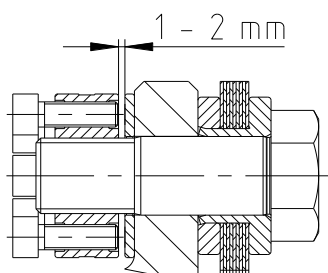

Bild 29
- Tryckskruvorna i spännmuttern får inte sticka ut på trycksidan (se bild 29).
- Dra sedan tillbaka spännmuttern tills att en spalt på 1 - 2 mm föreligger (se bild 29).